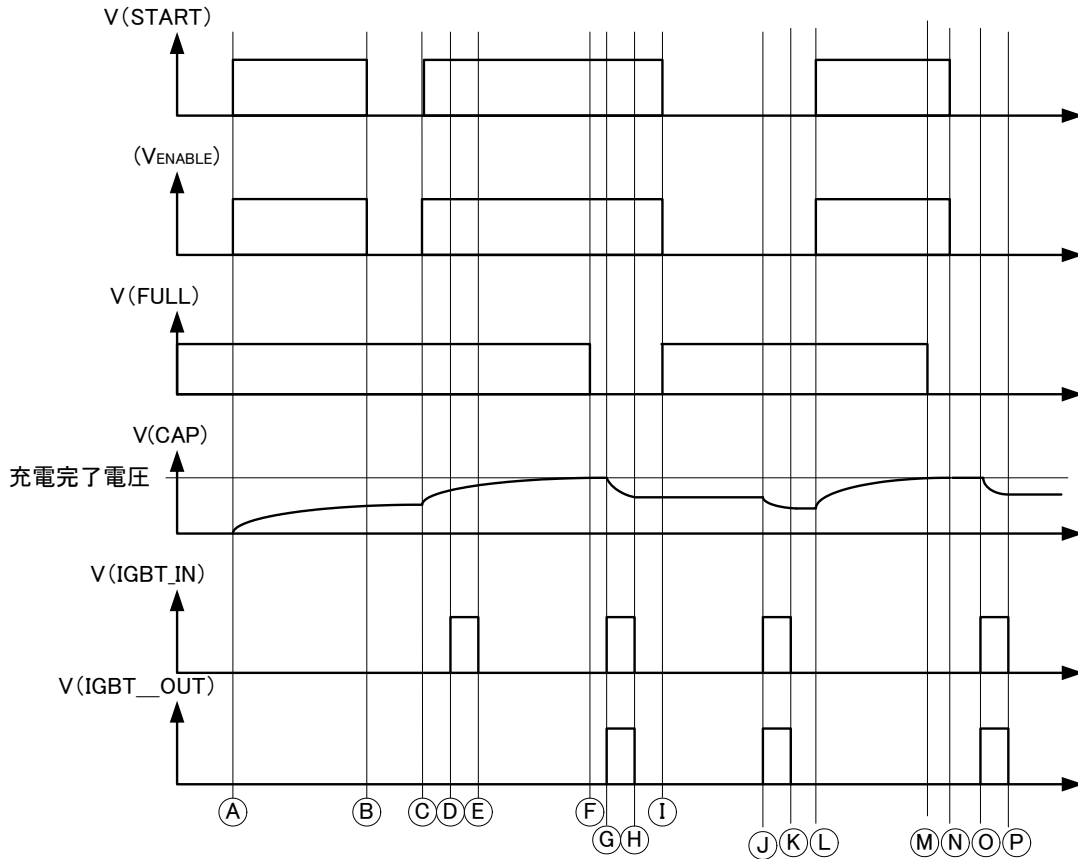

図 33. タイミングチャート 1 : 全体的な動作
本 IC は START 端子を” H” にすることにより充電動作を開始します (図 33. 時間 A, C, M 参照)。充電動作を維持する為には START 端子を” H” にしておく必要があります (図 33. 時間 A~B, C~E, L~M)。なお、①~③の条件のいずれかが満たされた場合、充電動作が停止します。
- ① START 端子を” L”。
- ② 充電完了。VC 端子電圧が規定電圧に到達 (図 33. 時間 F~M 参照)。
再充電を行う場合、START 端子を再び” L” →” H” にすることにより充電動作が再開されます (図 33. 時間 C~M 参照)。また、充電完了後に START 端子を一度” L” にすると、FULL 端子が” L” →” H” になります (図 33. 時間 F~E)。FULL 端子が” L” →” H” となった後は、トランスの 2 次側電圧と SW 端子電圧は共振している為、20μsec 後に START 端子を” L” として下さい。
本 IGBT ドライバは下記の①の条件を満たし、②または③の条件の時に IGBT_IN 端子を” H” にすることで IGBT_OUT 端子に” H” が出力されます (図 33. 時間 C, E, M 参照)。
- ① VCC 電圧が UVLO 解除電圧以上となっているとき。
- ② 満充電検出し、FULL 端子が” L” 出力となり、START 端子が” H” のとき。(図 33. 時間 C 参照)
- ③ 満充電検出していない状態 (FULL 端子が” H”) で、START 端子が” L” のとき (図 33. 時間 E~M 参照)。
満充電検出していない状態 (FULL 端子が” H”) で START 端子が” H” のときに IGBT_IN 端子を” H” としても、IGBT_OUT 端子は” L” のままとなり、発光しません (図 33. 時間 C)。